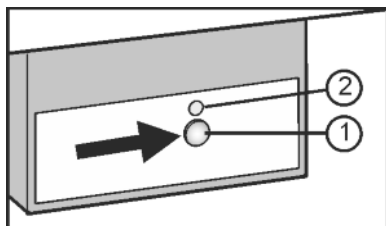

Fig. 22
- ▶ Натисніть кнопку On/Off Fig. 22 (1), щоб засвітився індикатор Fig. 22 (2).